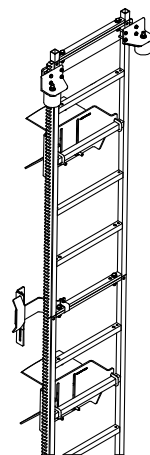

Fig. 4
4. Instalar los topes mecánicos superiores y la placa de fin de carrera superior (ver la Fig. 4 y el plano de instalación). Aplicar un par de apriete de 15 Nm para pernos M8 y de 50 Nm para pernos M12.